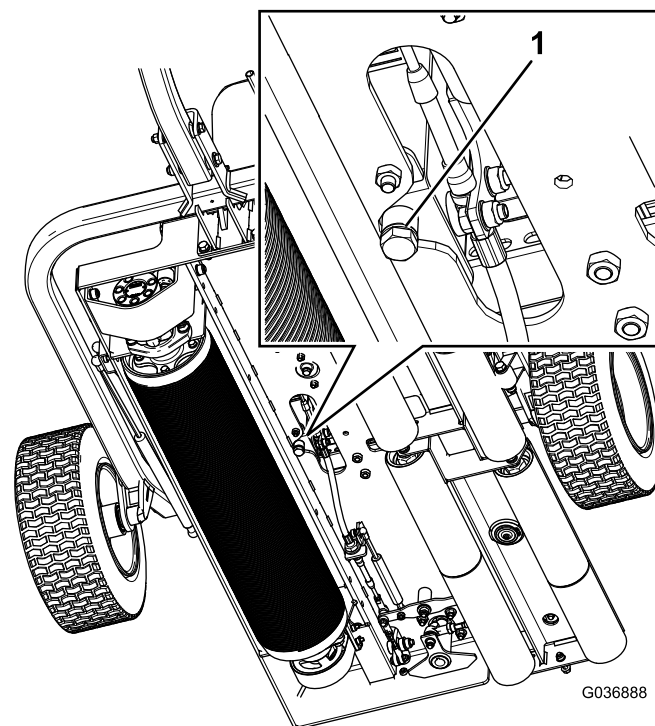

Figura 35
1. Coloque um recipiente adequado debaixo do tampão de escoamento do reservatório (Figura 35).
2. Retire o tampão de escoamento da parte inferior do depósito (Figura 35).